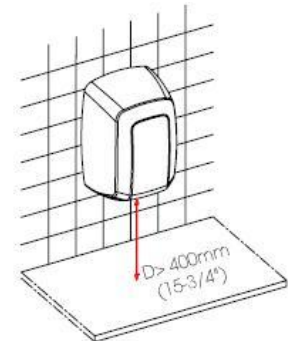

Abbildung 13
**HINWEIS:** Ein Mindestabstand von 15.80" (400 mm) zu Fensterbänken, Marmorteilen oder Waschbecken muss berücksichtigt werden (Abb. 13). Es müssen soweit wie möglich alle reflektierenden Oberflächen im Bereich des IR-Sensors des Handrockners vermieden werden.